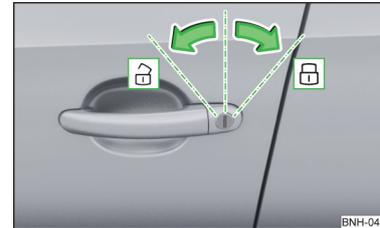

Fig. 43
**Desbloquear/bloquear el vehículo con la llave » fig. 43**